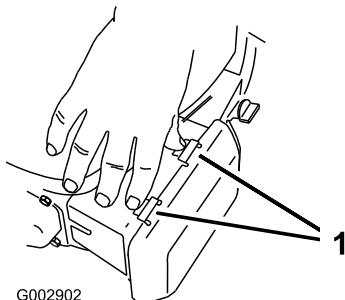

Figure 17
- Appuyez sur les languettes de verrouillage en haut du couvercle du filtre à air (Figure 17).